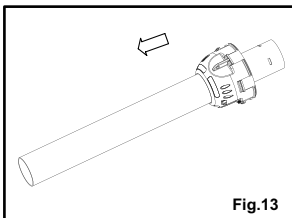

Fig.13
- 1) Colocar el casco en el tubo de la protección como indica la Fig.13.
- 1) introduza o fole no tubo da protecção, conforme indicado na Fig. 13.
- 1) Doe de kap op de buis van de bescherming, zoals aangeduid in Fig.13
- 1) Anbring hættten på afskærmningens rør som vist i fig. 13.